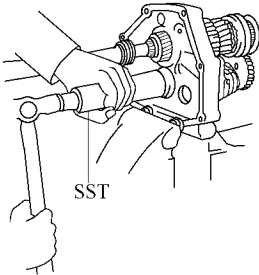

图 10-29 用轴承拆装工具装上中间轴后轴承
(3) 将中间轴齿轮装到中间板上。使用弹簧卡环钳将弹簧卡环安装到中间轴齿轮的后轴承上，然后将中间轴齿轮装入中间板，同时握住中间轴齿轮，使用轴承拆装工具装上中间轴后轴承，如图 10-29 所示。
(4) 安装后轴承护圈。使用扭力套筒扳手安装并旋紧螺栓。